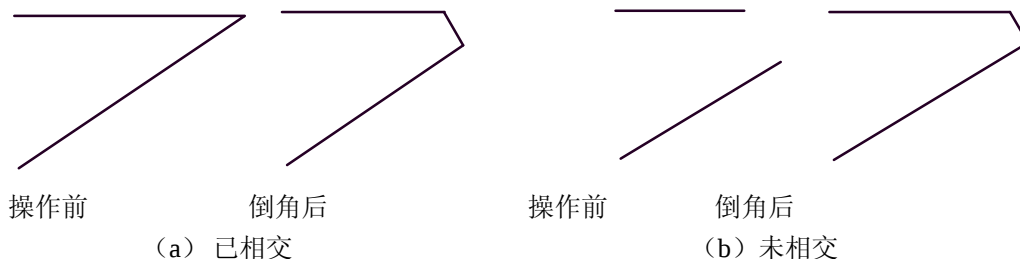

图 5-14 倒角操作
(5) 若需倒角的两直线已相交（即已有交点），则拾取两直线后，立即作出一个由给定长度、给定角度确定的倒角，如图 5-14 (a)。如果待作倒角过渡的两条直线没有相交（即尚不存在交点），则拾取完两条直线以后，系统会自动计算出交点的位置，并将直线延伸，而后作出倒角。如图 5-14 (b)。